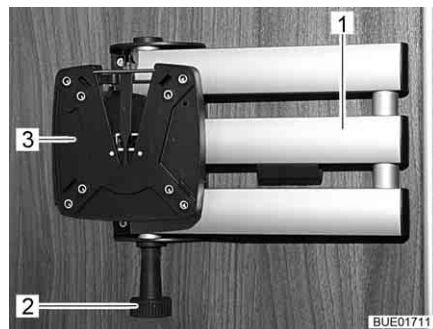

Fig. 61 Support à bras articulé
- Tirer sur le bouton de déverrouillage (Fig. 61,2). Le bras articulé (Fig. 61,1) est déverrouillé.
- Faire retourner l'écran plat dans sa position initiale jusqu'à ce que le support (Fig. 61,3) s'enclenche de manière audible dans le dispositif de verrouillage.